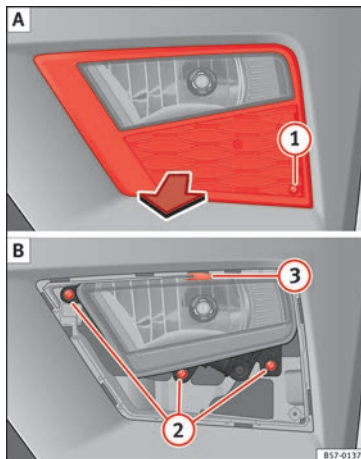
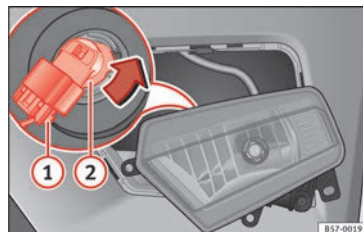

Fig. 106 Faro fendinebbia: estrarre la griglia.
Fig. 107 Faro fendinebbia: smontaggio del supporto lampade
- Rimuovere la vite » **fig. 106 ① A** della griglia del faro fendinebbia servendosi di un cacciavite ed estrarre la griglia.
- Rimuovere le viti (3x) » **fig. 106 ② B** ed estrarre il faro fendinebbia.
- Rimuovere la graffa metallica situata nella parte superiore del faro fendinebbia tirando verso l'esterno del veicolo **③**
- Estrarre il connettore » **fig. 107 ①** della lampada.
- Ruotare il portalamпада » **fig. 107 ②** verso sinistra e tirare.